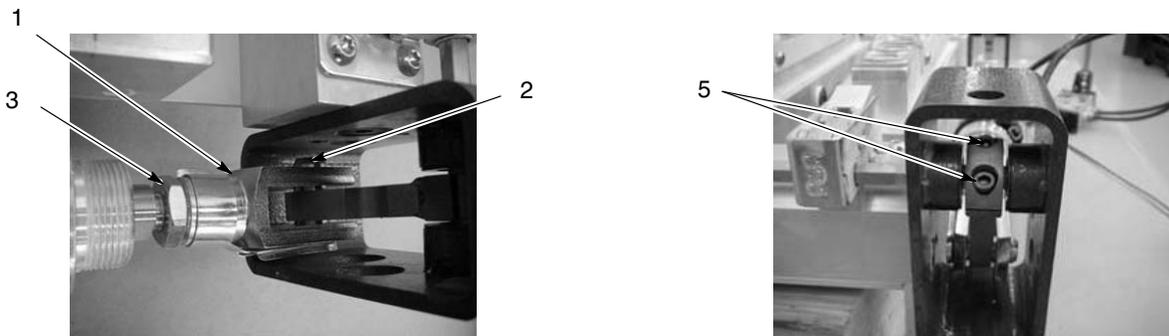

Figura 8-6 Sustitución del cilindro de fijación
2. Ver la figura 8-6. Desconectar los tubos de aire de las válvulas de control de flujo del cilindro.
5. Quitar las abrazaderas de los pasadores Clevis (2) y extraer los pasadores Clevis y las palancas.